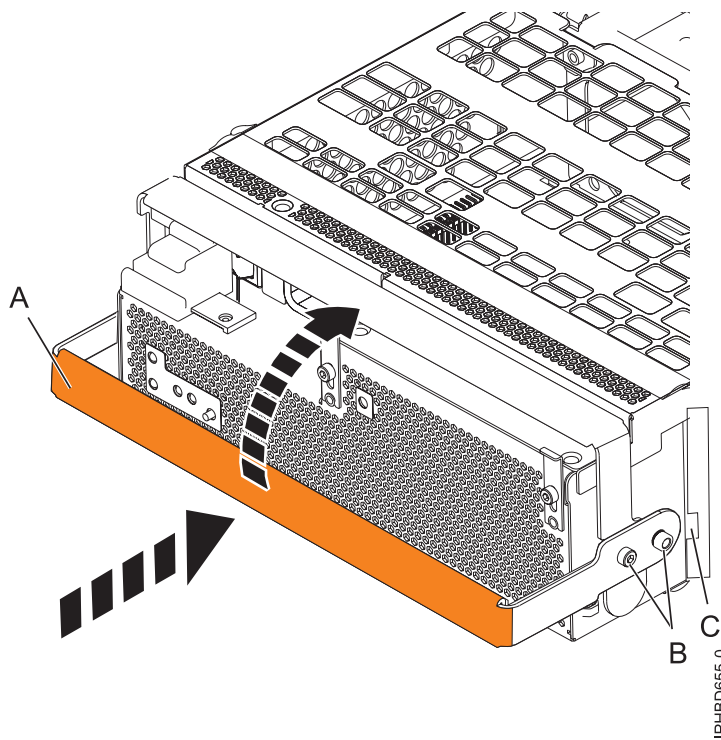

Figure 21. Remplacement d'une alimentation électrique
6. Pour remplacer l'alimentation électrique, avec la poignée de verrouillage (A) en position ouverte, insérez l'alimentation électrique dans l'unité d'extension comme indiqué à la figure 21.